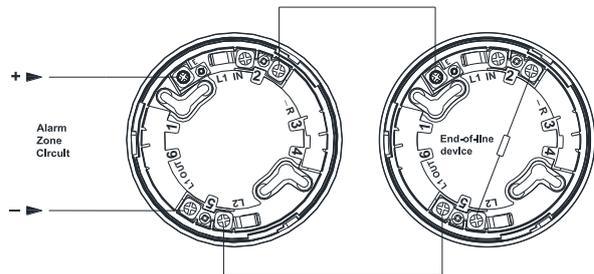

Рис. 1 – двухпроводная схема подключения
- a. Рис. 1 – 2-х проводная схема